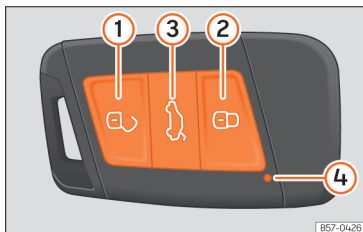

Fig. 43 Chave do veículo.
Quando se pressiona brevemente um botão na chave do veículo, a luz de controlo pisca ④ » **Fig. 43** [seta] uma vez brevemente, mas se se pressionar durante um tempo prolongado, piscará várias vezes, por exemplo, na abertura de conforto.